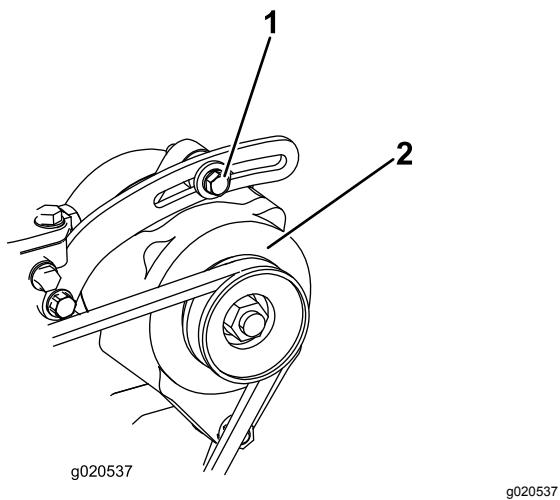

図 75
オアウタネータのベルト図 75は100運転時間ごとに点検します。
1. オルタネータの取り付けボルトをゆるめる図 75。